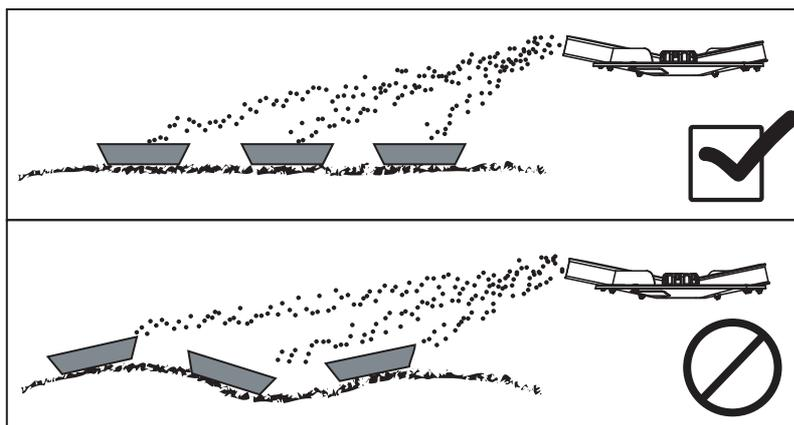

Bild 7.21: Aufstellung der Auffangschalen
- Die Auffangschalen waagrecht aufstellen. Schräg stehende Auffangschalen können zu Messfehlern führen (Bild 7.21).